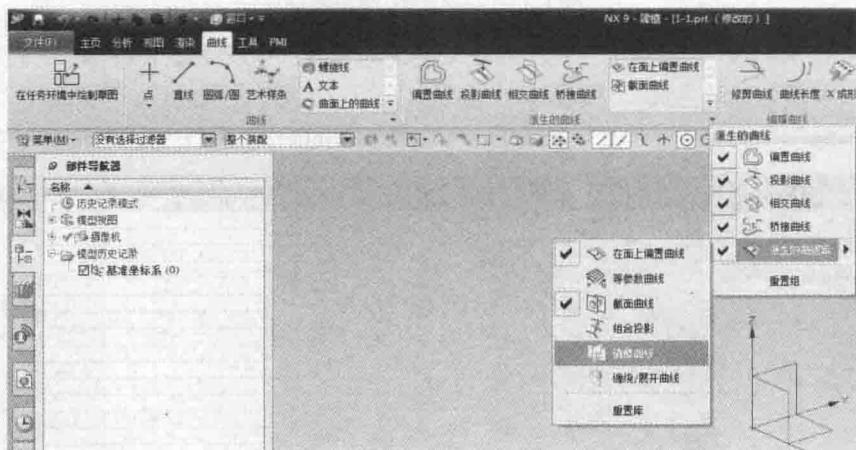

图 1-6 设置 Ribbon 工具条
**步骤 06** 默认的 Ribbon 工具条中的一些工具也可以进行设置。在“曲线”工具条中的“派生的曲线”组中的“派生的曲线库”中勾选需要的派生曲线命令，如图 1-6 所示，这样在界面中就可以看到刚才勾选的命令。